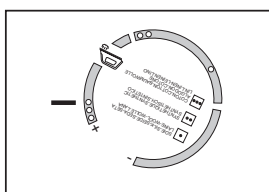
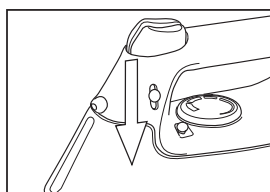

Fig. 6
Fig. 2
- F) Indicateur de position thermostat (fig. 6)
- Mettez le curseur de contrôle vapeur en position basse, (fig. 2).
- Tourner le thermostat (**E**) sur la position «vapeur» (fig. 6).
- S'il y a de l'eau dans le fer, porter le curseur (C) sur la position « 0 » (fig. 2).
- Positionner le thermostat (E) sur la température qui correspond au tissu à repasser.
- Insérer la fiche dans une prise de réseau avec terre. Le témoin du thermostat s'allume (D).
- Attendre que le témoin (D) s'éteigne, puis commencer le repassage.
2) Distribution type « Super Vapeur » (fig. 7-8), il faut appuyer la touche (K). Avant d'appuyer cette touche vérifier que le bouton du thermostat (E) soit positionné dans le secteur vapeur (fig. 6).